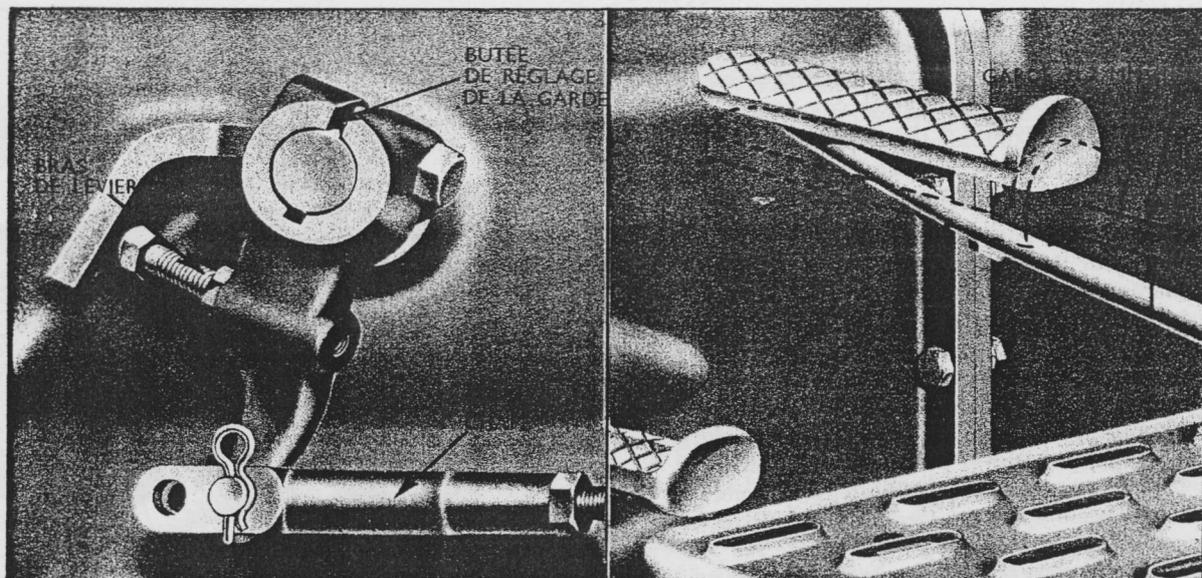

Fig. 14.
2. Desserrer l'écrou de blocage de chape de réglage de tige de commande ; séparer la tige du levier de commande en retirant le clip de fixation du ressort puis retirer l'axe de chape (voir FIG. 14).
9. S'il y a lieu, régler la vis d'arrêt faisant saillie sur l'avant du levier de commande jusqu'à ce que la course de pédale soit de 31,7 mm, comme prévu, puis serrer l'écrou de blocage (voir FIG. 14).